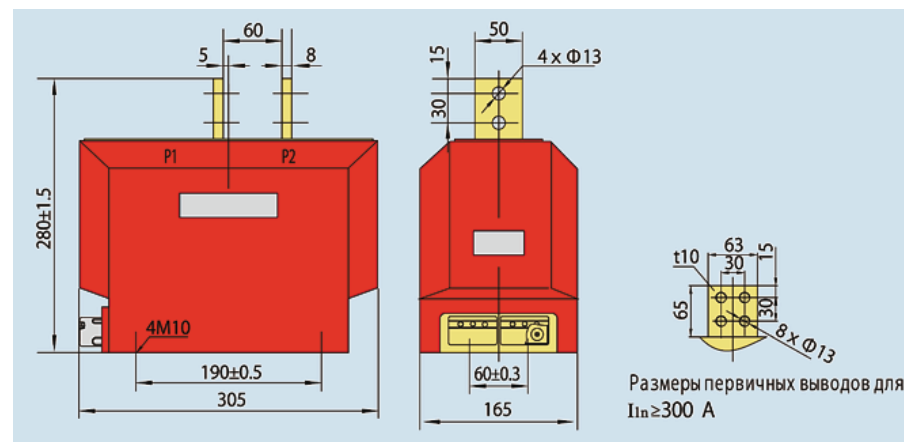

Рис. 6.1 Внешний вид и размеры трансформатора тока LZZBJ9-10B2
6.1 Внешний вид и размеры (см. рис. 6.1)